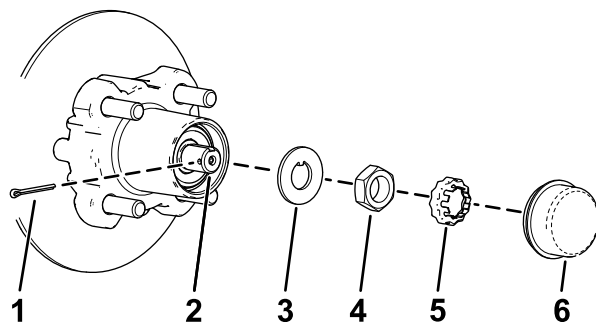

Figura 39
4. Retire o tampão antipoeira do cubo (Figura 39).
5. Retire o contrapino e o retentor da porca do eixo e porca do eixo (Figura 39).
6. Retire a porca do eixo do eixo e afaste o conjunto do cubo e o rotor do eixo (Figura 39 e Figura 40).